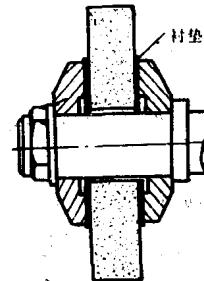

图 2—7 放上弹性衬垫
5. 紧固砂轮法兰盘时，螺母不能拧得太紧。当有几个螺钉时，应按对称位置依次拧紧（图2—8）。拧紧时，只能用标准的扳手，不能用接长扳手或敲打的方法加大拧紧力。